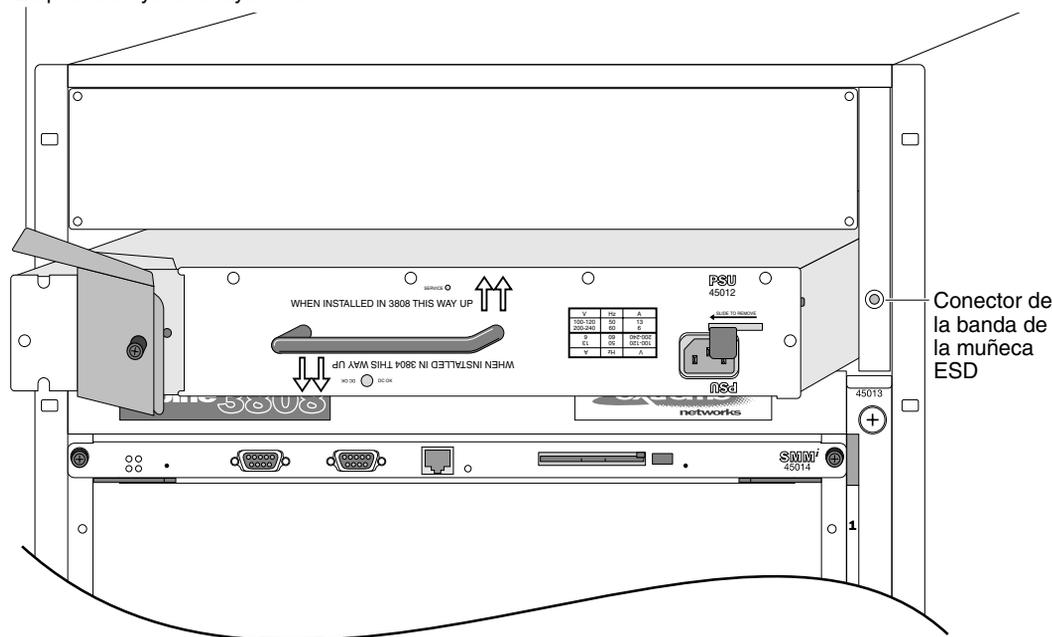

Figura 2-4: Secciones del suministro de energía
- a Asegúrese que el suministro de energía tiene su lado derecho hacia arriba usando el texto al frente del suministro de energía, y que la palanca eyectora/injectora está abierta, como se muestra en la Figura 2-4.